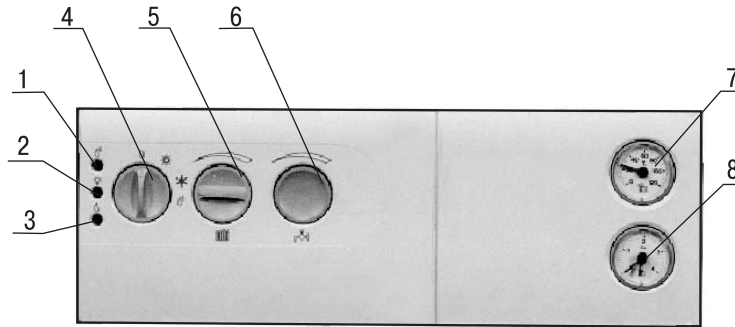

Рисунок 3-А
Управление работой аппарата осуществляется с панели управления (рис.3), размещенной в нижней передней его части (в аппаратах выпуска до января 2004 г.).
- ручка переключателя режима работы- выключателя (рис.3, 4)
- ручка регулятора температуры воды на выходе из аппарата (рис.3, 5)
- ручка регулятора температуры воды в системе ГВС (в аппаратах ТСХ) (рис.3, 6)
- светодиоды, индицирующие состояние аппарата (рис.3, 1,2,3)
- термометр, показывающий температуру воды на выходе из аппарата(рис.3, 8)
При переводе ручки переключателя режима работы (рис.3, 4) из положения **0** в положение  или  сетевое напряжение поступает на микропроцессорную автоматику управления и регулирования (далее по тексту - автоматику), которая включает в работу циркуляционный насос системы отопления, открывает клапан подачи газа на газогорелочное устройство, и подает команду на плату розжига. Высоковольтное импульсное напряжение с платы розжига поступает на электрод розжига, искра, возникающая между горелкой и электродом розжига, воспламеняет газоздушную смесь, поступающую из горелки. Через смотровое окошко в передней стенке топки можно убедиться в наличии пламени на горелке. В промежутке между горелкой и ионизационным датчиком, в присутствии пламени, начинает течь ток ионизации, который сигнализирует о наличии пламени в топке. Если по какой-либо причине (отсутствие искры или газа на горелке и т.п.), розжиг не произойдет в течение определенного времени, то ток ионизации не возникнет и автоматика обесточит электроventиль пропускающий газ в газовой арматуре. Загорится светодиод на панели управления, сигнализирующий о блокировке. Дальнейшая работа аппарата без ручной деблокировки невозможна. При нормальном розжиге сигнал о наличии пламени поступает на автоматику, которая переводит горелку из режима розжига в рабочий режим. Наличие пламени на всех элементах горелки может быть проконтролировано через смотровое окошко во фронтальном листе. Вода, системы отопления, находящаяся в теплообменнике аппарата нагревается продуктами сгорания, и с помощью циркуляционного насоса перемещается по системе отопления, отдавая свое тепло через отопительные приборы помещениям, в которых они установлены. Горелки будут работать на полную мощность (при максимальном давлении газа), пока температура воды на выходе из аппарата не начнет приближаться к значению, установленному регулятором температуры воды на выходе из аппарата. При этом автоматика выдаст на электромагнитный модулятор газовой арматуры пониженное напряжение, которое прикроет газовый клапан, давление газа перед горелками снизится, и мощность горелок понизится также. Алгоритм работы автоматики такой, чтобы достигалось максимально возможное соответствие между мощностью газогорелочного устройства и нагрузкой на систему отопления. При этом плавное снижение мощности горелочного устройства возможно примерно до 40 % от номинальной мощности. При необходимости дальнейшего снижения теплопроизводительности аппарата - просто происходит отключение горелок. Горение прекращается, а циркуляционный насос продолжает перемещать воду по системе отопления в течение некоторого времени (устанавливается при настройке аппарата), при этом она продолжает отдавать свое тепло отопительным приборам. Температура воды в системе отопления постепенно снижается. При этом датчик ручного регулятора температуры воды на выходе из аппарата подает соответствующий сигнал автоматике, которая в свою очередь дает команду на открытие газового клапана горелок и на плату розжига. Газ, поступая на горелки - воспламеняется, и процесс нагрева воды в системе отопления возобновляется. Для снижения количества циклов "включения-выключения" конструкцией предусмотрена регулируемая (при настройке) задержка по времени включения горелок.